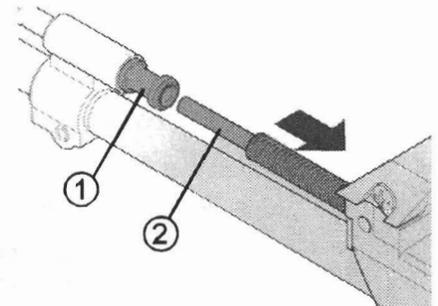

Bild 37 Antriebsstange wechseln
- ⇒ Antriebsstange (37/2) bis zum Anschlag nach hinten ziehen (Bild 37).